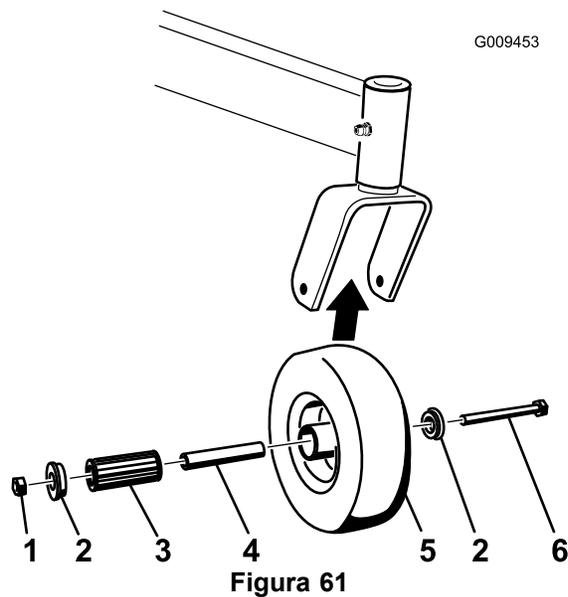

Figura 61
1. Retire la contratuerca y el perno que sujetan la rueda giratoria a la horquilla (Figura 61).
2. Retire un solo casquillo y tire del casquillo intermedio y del cojinete de rodillos para sacarlos del cubo de la rueda (Figura 61).
3. Retire el otro casquillo del cubo de la rueda y limpie la grasa y la suciedad del cubo de la rueda (Figura 61).
4. Inspeccione el cojinete de rodillos, los casquillos, el casquillo intermedio y el interior del cubo de la rueda para comprobar que no están desgastados. Cambie las piezas defectuosas o desgastadas (Figura 61).
5. Para montar el conjunto, coloque un casquillo en el cubo de la rueda. Engrase el cojinete de rodillos y el casquillo intermedio y deslícelos en el cubo de la rueda. Coloque el segundo casquillo en el cubo de la rueda (Figura 61).
6. Instale la rueda giratoria en la horquilla y fíjela con el perno y la contratuerca. Apriete la contratuerca hasta que el casquillo intermedio se apoye contra el interior de las horquillas de las ruedas giratorias (Figura 61).